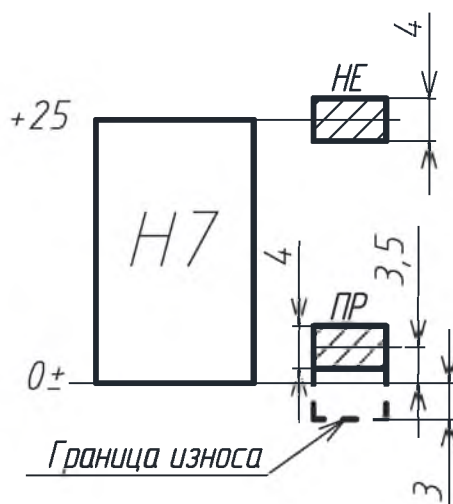

Рисунок 2 – Схема расположения полей допусков рабочих калибров $\varnothing 40H7$
1) Найти по таблицам стандарта отклонения на рабочие, приемные и контрольные калибры. Построить схему расположения полей допусков калибров относительно поля допуска контролируемого отверстия втулки (рисунок 2).